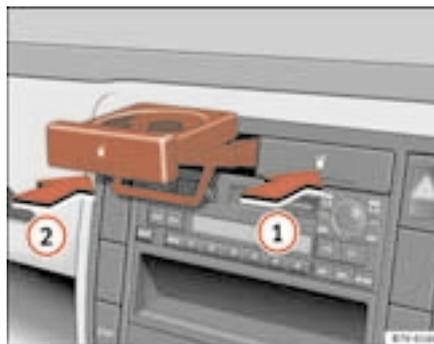

Abb. 106 Getränkehalter in der Mittelkonsole
- Drücken Sie den Getränkehalter in Pfeilrichtung ⇒ Abb. 106 ganz hinein, bis er einrastet.